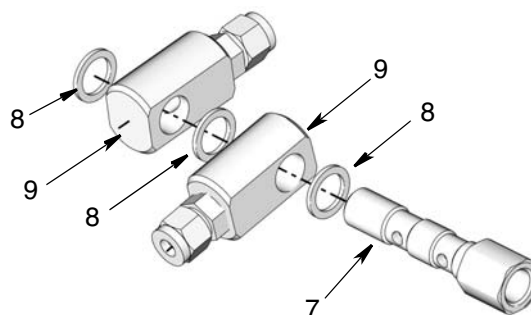

ABB. 7
6. Setzen Sie eine Scheibe (8) auf das Ende der Doppelhohlschraube (7). Installieren Sie dann das Ringstück (9) an der Schraube. Installieren Sie eine weitere Scheibe, gefolgt von einem weiteren Ringstück (9), und wieder eine Scheibe (8) in der in ABB. 7 gezeigten Ausrichtung.